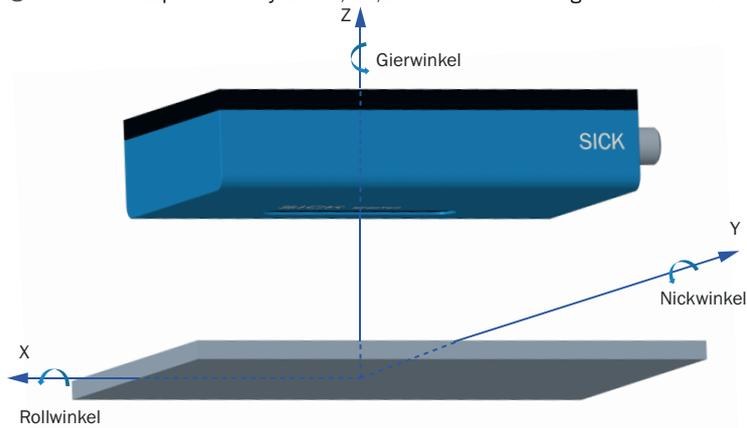

Abbildung 8: Zulässige Abweichungen zur Nominalausrichtung
**6.8 Längenmessung mit einem Trigger-Sensor (Bild 8)**